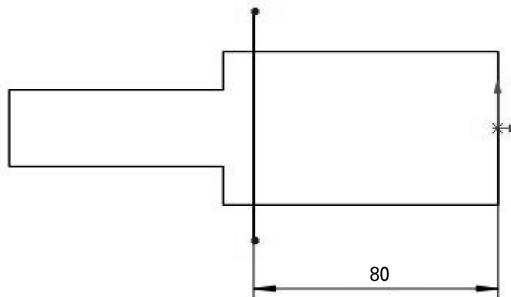

图 6-48 绘制转折线
- 04 绘制转折线。在【草图】选项卡中单击【草图绘制】按钮，选择基体法兰实体上表面作为草图平面，绘制一条竖直线段，并标注其与原点的距离为 80mm，完成后如图 6-48 所示。